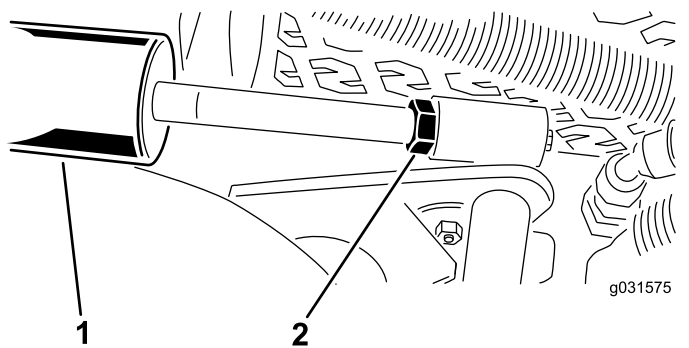

図 14
- A. カッティングユニットを降下させ、シリンダについているジャムナットを戻す 図 14。